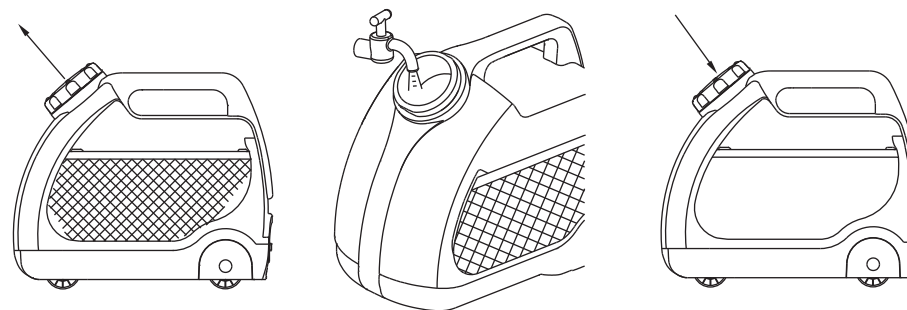

Рис.1
1. Установите мини-мойку на ровную поверхность, открутите крышку против часовой стрелки, далее наполните ёмкость чистой водой температурой от 10°C до 60°C, затем заверните крышку обратно по часовой стрелке. - (рис.1)